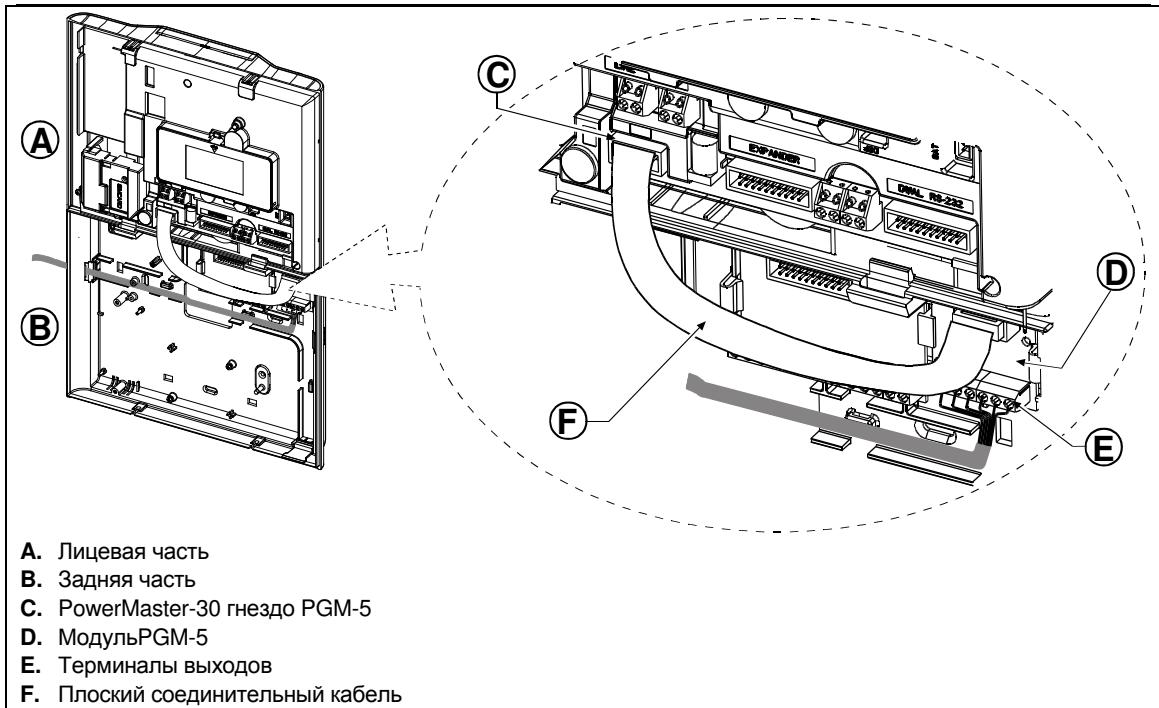

Рисунок 3.19 – Установка модуля PGM-5
Важно: во время монтажа модуля прокладывайте соединительный кабель как показано на Рис. 3.19., для того чтобы предотвратить влияния антенн на работу модуля.
1. Вставьте модуль на отмеченное на Рис. 3.19 местоположение и надавите на него до появления характерного щелчка.